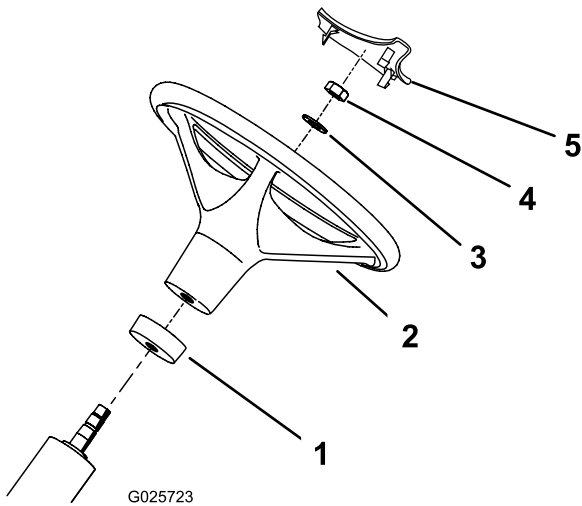

图3
2. 将泡沫环从较小的一端开始滑入转向轴图3。
3. 将方向盘滑入转向轴图3。
4. 用垫圈和锁紧螺母将方向盘固定到转向轴图3。
6. 将方向盘套安装到方向盘上图3。